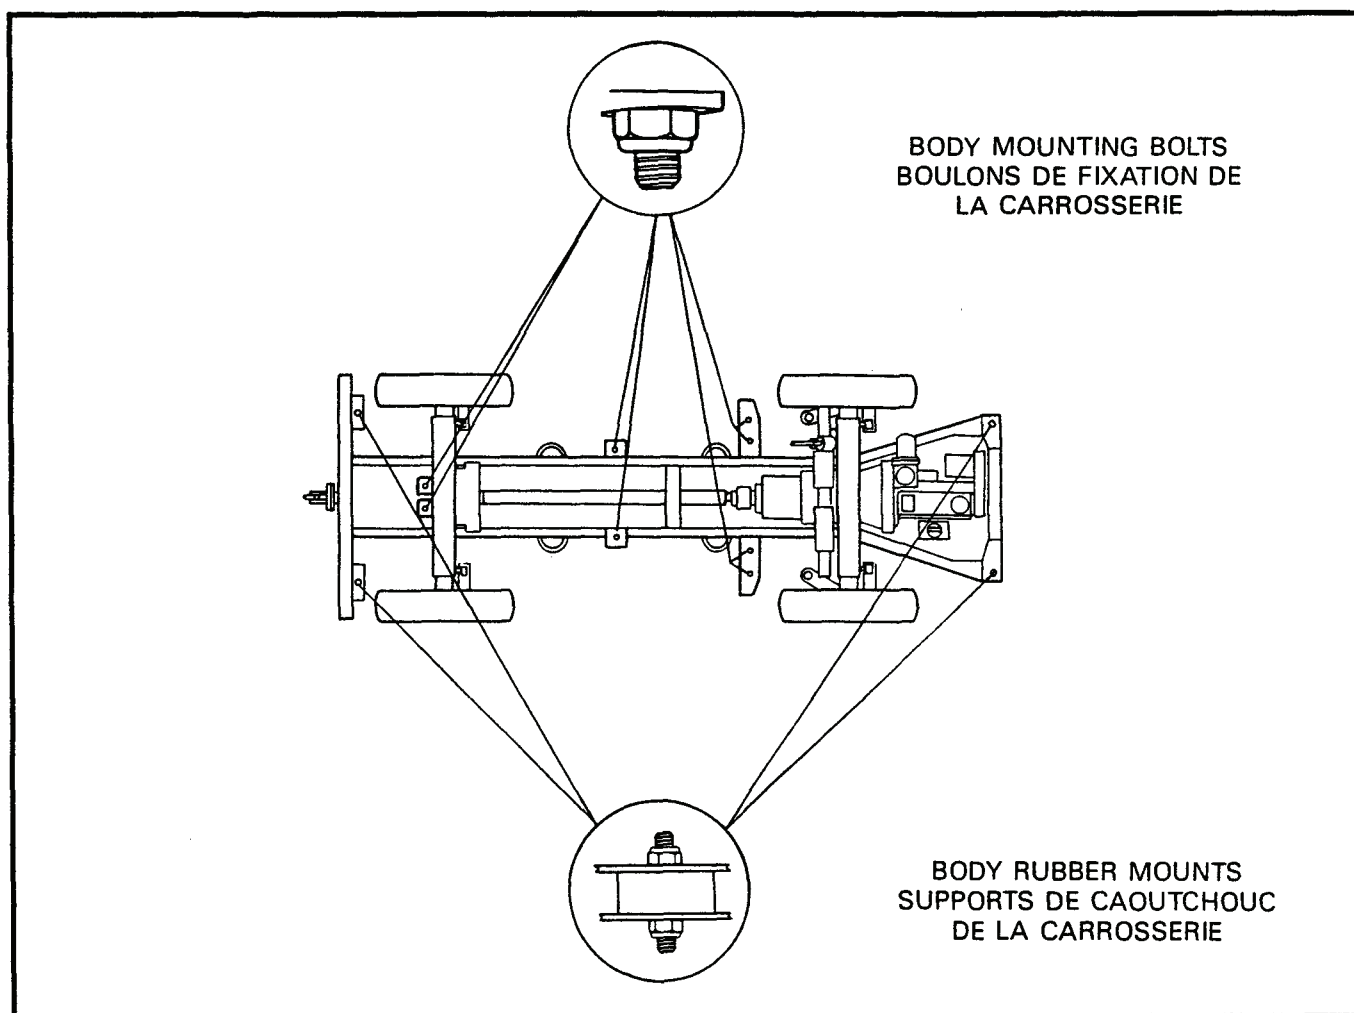

Figure 6-3-5 Body Mounting Bolts and Body Rubber Mounts
15. Using a 17 mm deep socket, remove the centre body mounting bolts and fibre washers from the two centre body mounts, see Figure 6-3-5. Apply lithium base grease to both sides of the washer and re-install. Torque the two mounting bolts and six remaining body mounting bolts to 45 N•m (33 ft lb). Inspect the mounting areas for cracks. This must be done every 7500 km or once a year.
16. Ensure that all four body rubber mounts are secure. Tighten loose nuts using a 17 mm wrench, see Figure 6-3-5. There are two nuts on each mount which must be torqued to 45 N•m (33 ft lb). Inspect the mounting areas for cracks. This must be done every 7500 km or once a year.
15. Au moyen d'une douille profonde de 17 mm, enlever les boulons de fixation et les rondelles de fibre centraux des deux supports de carrosserie du centre, voir figure 6-3-5. Appliquer de la graisse au lithium des deux côtés des rondelles et les remettre en place. Serrer les deux boulons de fixation et les six autres boulons de fixation de la carrosserie à 45 N•m (33 pi lb). Vérifier s'il y a des fissures autour des trous de boulons. Effectuer cette opération à tous les 7500 km ou une fois l'an.
16. S'assurer de la solidité des quatre supports de caoutchouc de la carrosserie. Serrer les écrous desserrés au moyen d'une clé de 17 mm, voir figure 6-3-5. Les deux écrous de chaque support doivent être serrés à 45 N•m (33 pi lb). Vérifier s'il y a des fissures autour des boulons. Effectuer cette opération à tous les 7500 km ou une fois l'an.